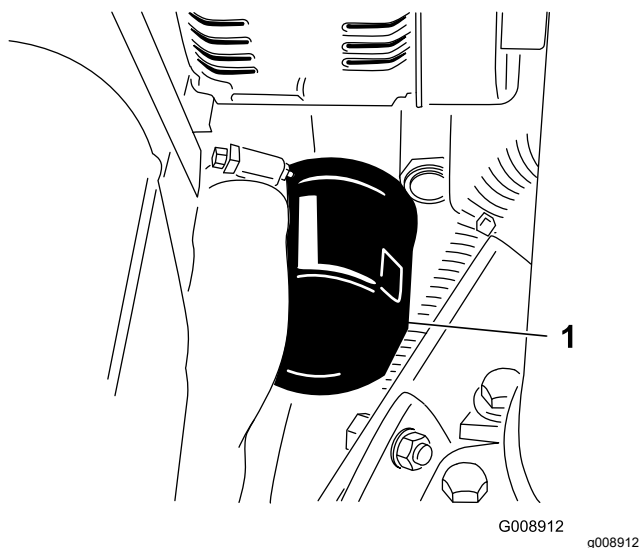

Рисунок 54
2. Извлеките масляный фильтр (Рисунок 54). Перед установкой нового фильтра нанесите на его уплотнение тонкий слой чистого масла. **Не перетягивайте фильтр.**